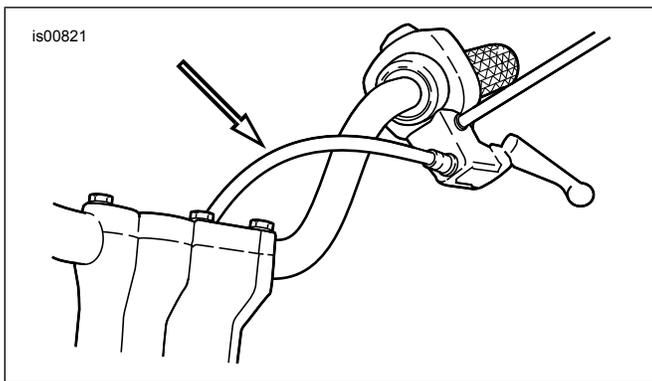

Figure 2. Disposition du nouveau câble d'embrayage
2. Maintenir l'ajusteur de câble à l'aide d'une clé de 1/2 po et desserrer le contre-écrou (3) avec une clé de 9/16 po. Ramener le contre-écrou vers l'arrière depuis l'ajusteur de câble. Déplacer l'ajusteur vers le contre-écrou pour laisser du jeu au niveau de la poignée.
5. Consultez Figure 2 . Réacheminer le câble d'embrayage vers l'intérieur du guidon.